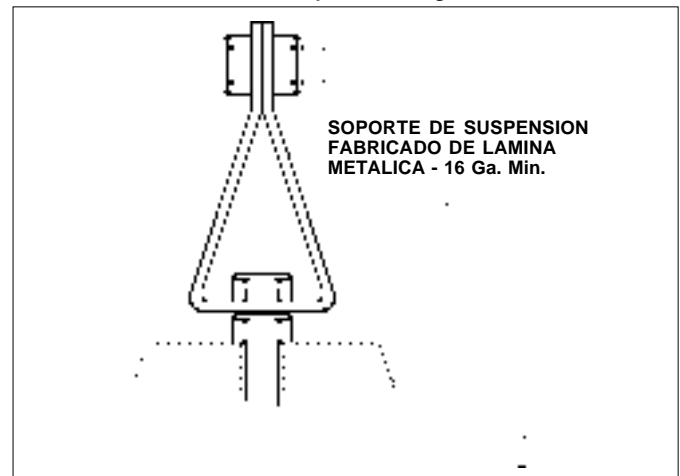

Figura 3: Soporte de Suspensión
NOTA: Para tamaños de válvula principal (VR) de 1" y 1-1/2", fabrique un gancho sujetador con una lámina metálica similar a la mostrado abajo en la Figura 3.